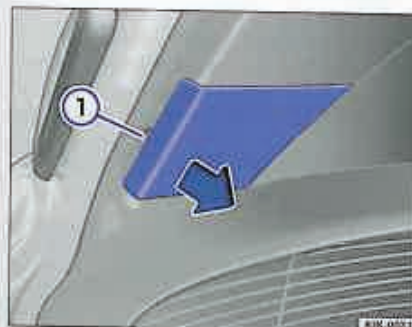

Fig. 57 Imagine din hayon: Scoaterea capacului.
- Introduceți lama plată a șurubelniței în adâncitura ⇒ fig. 57 ① și dislocați capacul cu atenție în sensul indicat de săgeată.